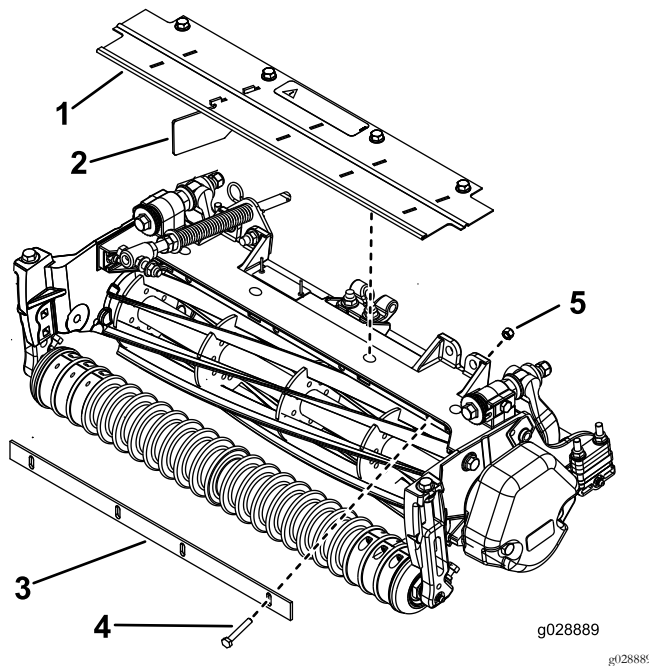

Figura 7
1. Monte sem apertar a barra de corte na estrutura da unidade de corte com 4 parafusos ($\frac{1}{4}$ x $3/4$ pol.) e 4 porcas de bloqueio ($\frac{1}{4}$ pol.); consulte Figura 7.
3. Aperte os parafusos e as porcas de bloqueio (Figura 7).
1. Retire os quatro parafusos de cabeça flangeada que prendem o resguardo de relva à estrutura da unidade de corte (Figura 7). Remova o resguardo de relva.
2. Remova os quatro defletores do resguardo, deixando apenas o defletor mostrado na Figura 7.